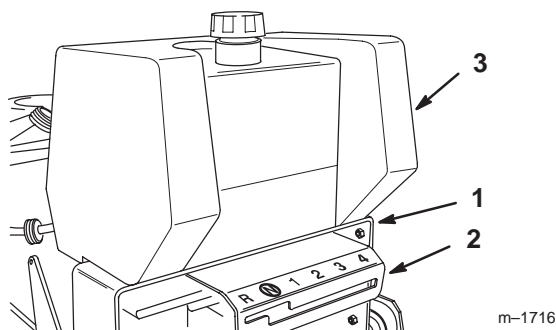

Figure 3
1. Glissez le panneau de commande sur le levier de vitesses et sous la base du bâti arrière (Fig. 3). Alignez le réservoir de carburant avec le haut du bâti arrière (Fig. 3).